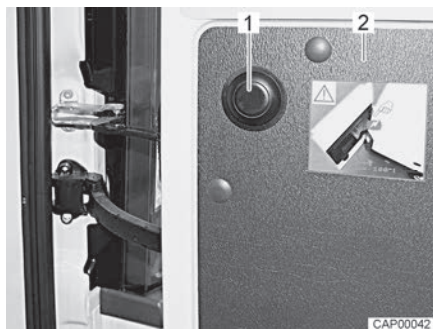

Bild 9 Tryckknapp för att frigöra begränsningen
- Öppna bakdörr (Bild 9,2) till anslag.
- Tryck tryckknapp (Bild 9,1), håll fast bakdörren och öppna försiktigt på nytt.